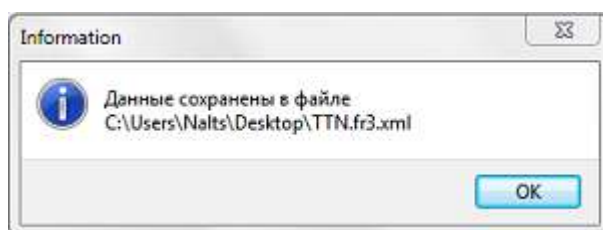

Рис.1.3. Информационное сообщение.
- **Информационные сообщения** – появляются в тех случаях, когда необходимо проинформировать пользователя о каком-то событии (как на рис.1.3) или произошла некритичная для работы модуля ошибка.